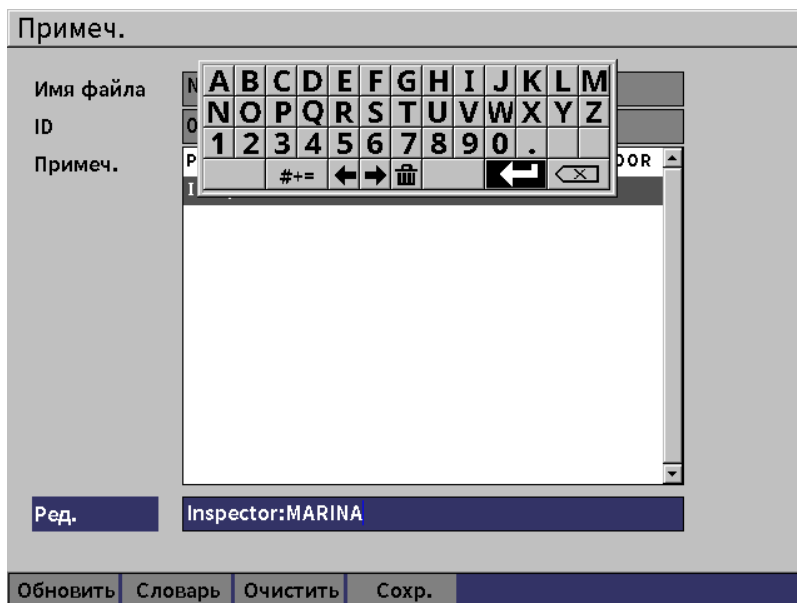

Рис. 9-23 Страница Словарь (Примечание) — Введенная информация
7. Введите текст (до 32 символов), используя виртуальную клавиатуру, ручку регулятора и клавишу Enter (см. Рис. 9-23 на стр 132).